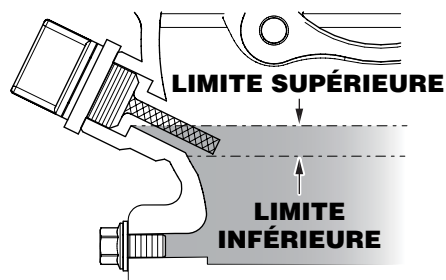

Figure 6. Niveau d'huile moteur
4. Si le niveau d'huile est bas (Figure 6), remplir jusqu'au bord du trou de remplissage d'huile avec le type d'huile recommandé (Tableau 6). La capacité maximale d'huile est de 1,1 litres (1,16 quarts).